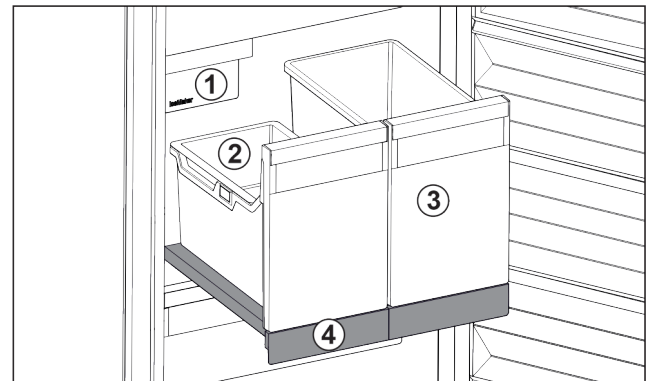

Fig. 168 Выдвижная панель с IceTower
- (1) IceMaker
- (2) Подвесной лоток для кубиков льда
- (3) Контейнеры для пиццы, алкогольных напитков
- (4) Выдвижная панель
На выдвижной панели находятся два высоких контейнера (IceTower). В контейнере Fig. 168 (2) собираются и хранятся кубики льда из IceMaker. Контейнер Fig. 168 (3) подходит для хранения высоких продуктов, таких, как пицца или алкогольные напитки.